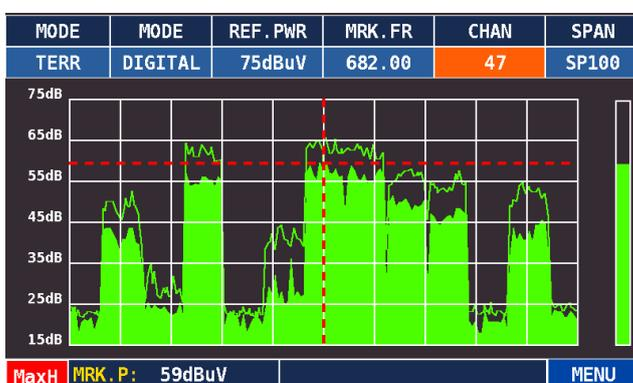

Fig.11. Max Hold (memorizzazione di picco) attiva indicata in basso a sinistra con lo sfondo rosso.
4. REF.PWR: è il valore di riferimento di potenza del limite superiore della griglia dello schermo (es. 90 dB in fig. 11),